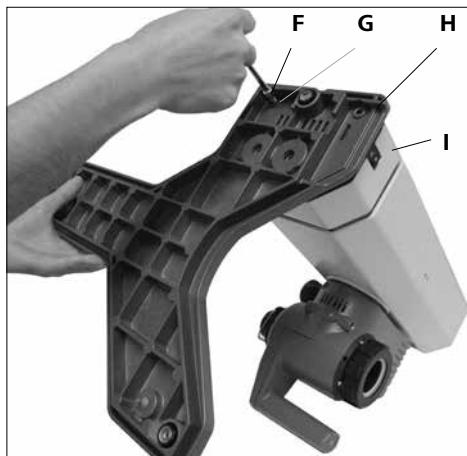

Fig. 7
1.) リフトへの土台の取り付け (Fig. 7)
- 開梱後、円筒形ねじM6x25(F) 4 個と鋸歯状座金M6(G)を付け、ベース (H) をリフト (I) に取り付けます。(Fig. 7)